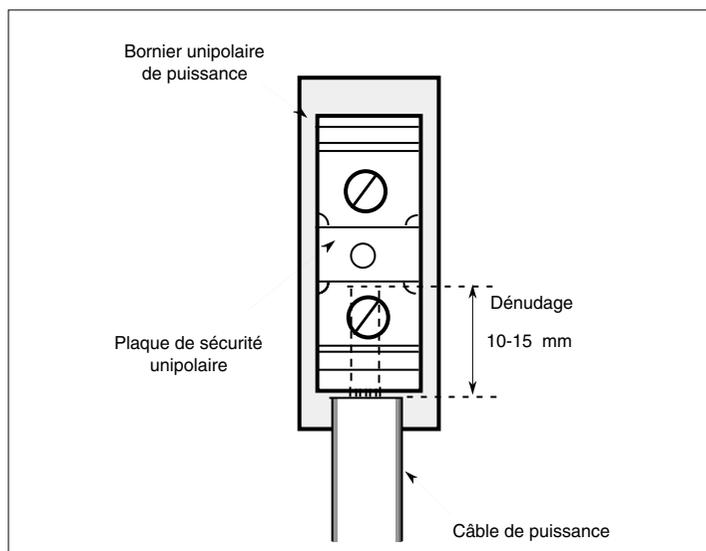

Figure 3-2 Câblage d'une borne de puissance du gradateur TU1471
- enlever les plaques de sécurité unipolaires sur le bornier de puissance en bas du gradateur (voir figure 3-2)